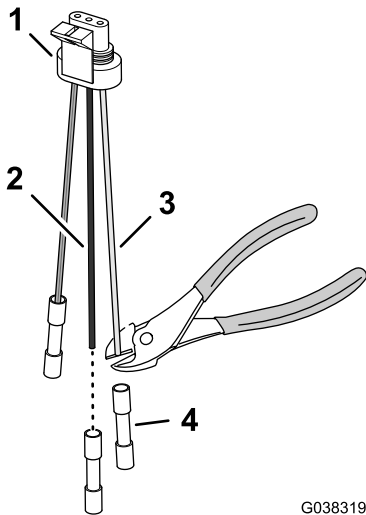

图41
1. 剪掉 3 针适配器粉色导线和黑色导线的对接接头 图 41。